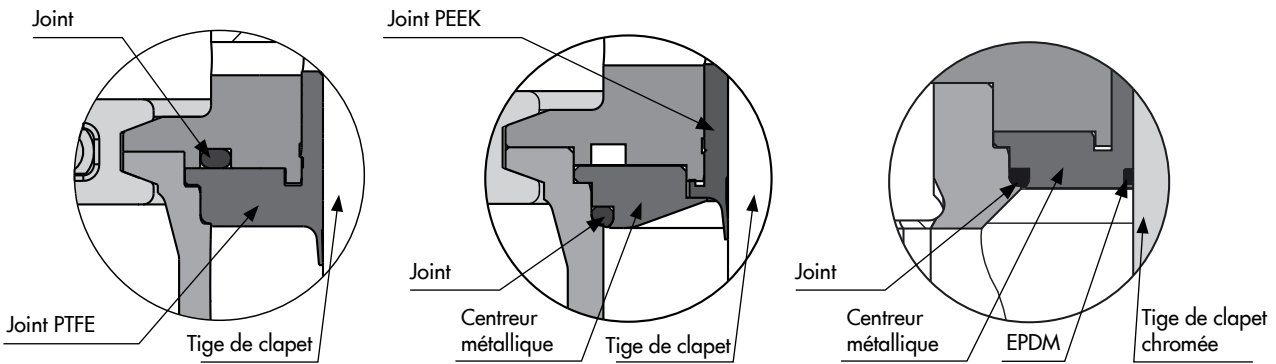

Fig. 11 : Vue d'ensemble détaillée des systèmes d'étanchéité
- **Trois systèmes d'étanchéité du clapet** : PTFE (pour la plupart des exécutions standard), PEEK et **étanchéité anti-cristallisation** (centreur métallique avec joint torique et tige de clapet chromée, cf. Fig. 11)
Fonctionnement (Fig. 3 à Fig. 11)